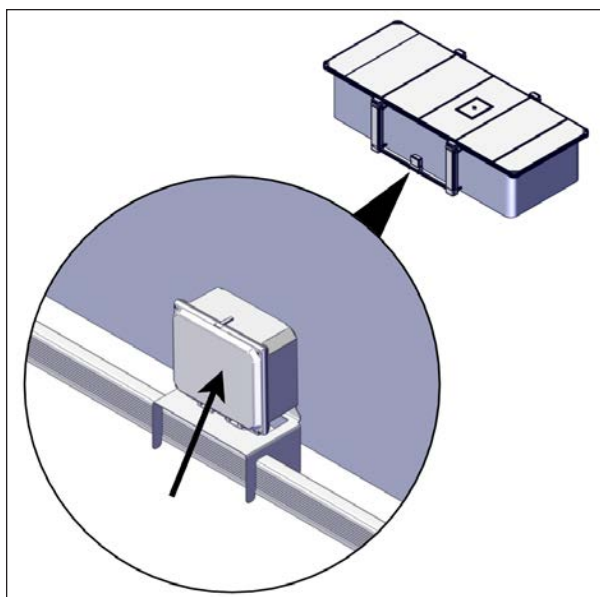

FIGURE 83: INSTALLATION DE LA BOÎTE DE COMMANDE
1. Placer la boîte de commande préassemblée et son support sur un des profilés en U, entre les deux manchons, voir Figure 83.
La boîte de commande à c.a. doit être installée dans sa position verticale. Les connecteurs doivent faire face au sol, voir Figure 83.